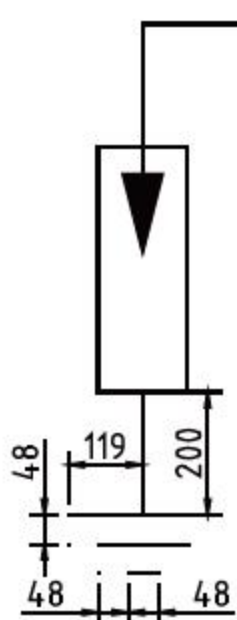

图9-99 绘制图形
**11** 调用L【直线】命令，结合【临时点捕捉】和【对象捕捉】功能，绘制图形，尺寸如图9-99所示。